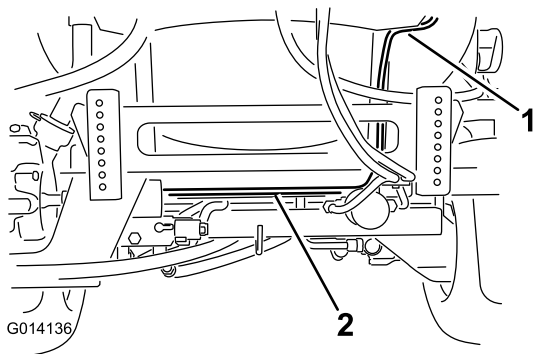

Figura 14
1. Individuate il cablaggio elettrico proveniente dalla scatola di comando dell'avvolgitubo. Disponete l'estremità più lunga del cablaggio, dotata di morsetti ad anello e connettore per fusibile, sulla parte posteriore del telaio del veicolo, dietro alla staffa dell'attuatore della barra (Figura 14). Usate una fascetta di plastica per assicurare il cablaggio al telaio.